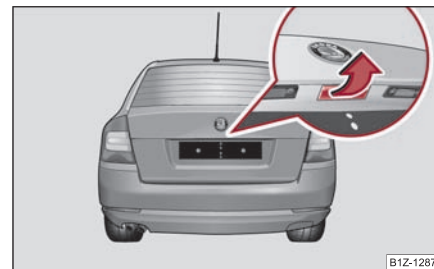

Fig. 44 Mânerul capacului
- Apăsați asupra profilului de prindere ⇒ fig. 44 și ridicați simultan capacul portbagajului. ▶